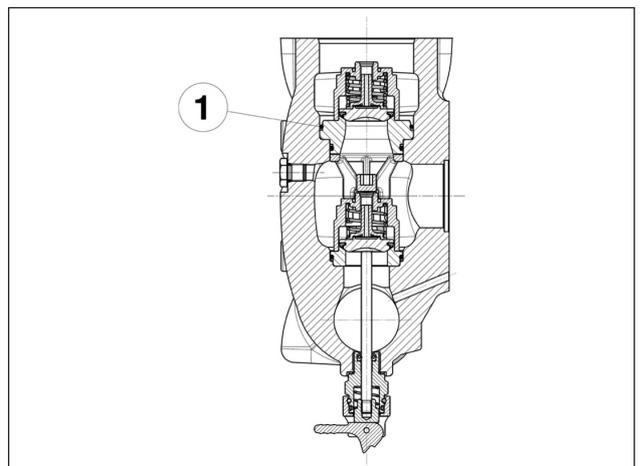

Fig. 128
**Installer le joint torique rep. ①, Fig. 128 avec précaution.**